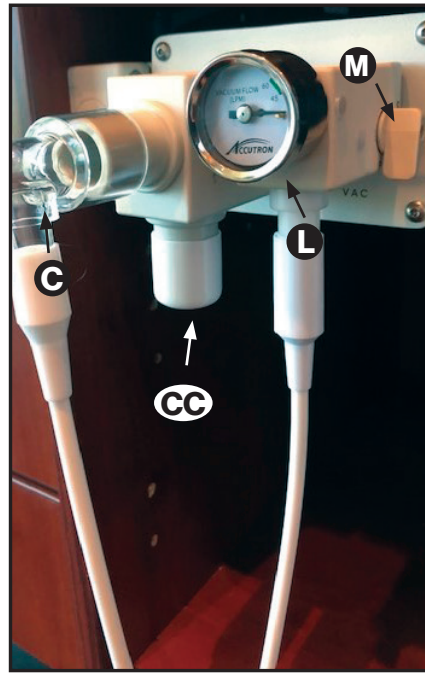

Figure 3
1. Remove the reservoir bag from the flowmeter and install the plug  per Figures 3, 5 and 8. **Note:** Plug will pop off if the gas flow line is kinked or blocked.
3. Connect right angle adapter  to bagtee outspout per Figures 3, 5 and 8.
4. **RFS™ Scavenging Circuits:** Connect the Axess™ RFS Circuit to the RFS Outlet per Figure 3. Fittings are sized to only fit one way.
- Schließen Sie den 90 Grad Winkeladapter  am gerade angehenden Auslass des BagTees gemäß Abbildung 3, 5 und 8 an.
- RFS™ Scavengersysteme:** Schließen Sie das Axess™ RFS-System gemäß Abbildung 3 an den RFS-Ausgang an. Die Anschlüsse sind so konzipiert, dass sie nur in eine Richtung passen.